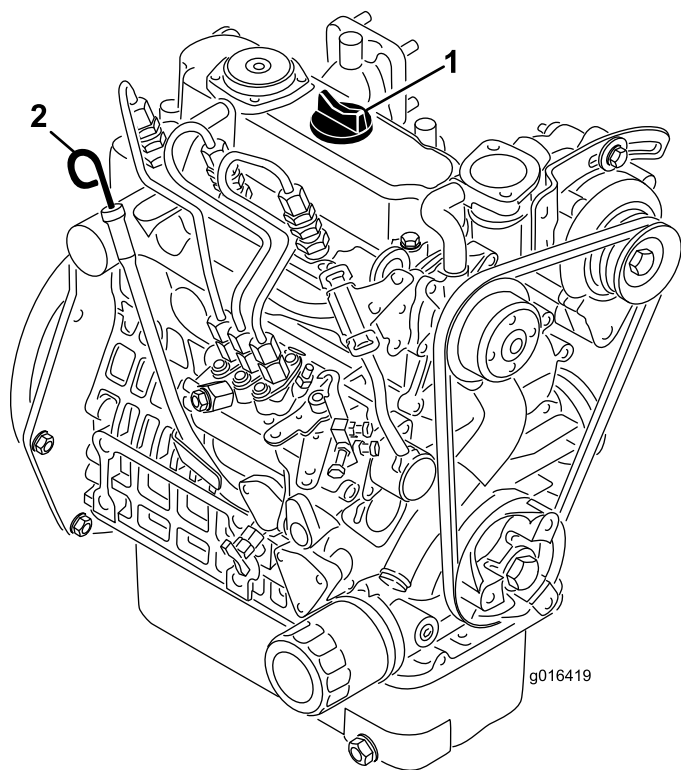

Рисунок 22
2. Выньте шуп и протрите его чистой ветошью (Рисунок 22). Вставьте шуп в трубку и убедитесь в том, что он посажен до упора. Выньте шуп из трубки и проверьте уровень масла. Если уровень масла низкий, снимите крышку заливной горловины и **медленно** долейте столько масла, чтобы поднять его уровень до метки Full ("Полный") на масляном шупе. Медленно заливайте масло и во время этого процесса часто проверяйте уровень. **Не допускайте переполнения.**